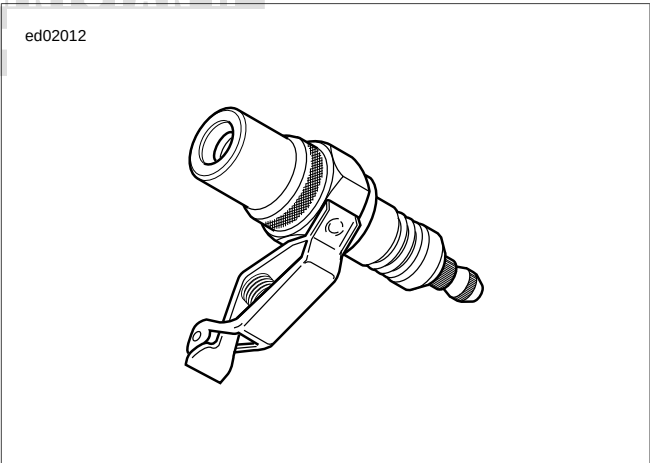

Figura 4-13. Probador de chispas
- b. Vea Figura 4-13. Conecte el cable al PROBADOR DE CHISPAS (pieza N° HD-26792). Sujete el probador al perno de la culata del cilindro.